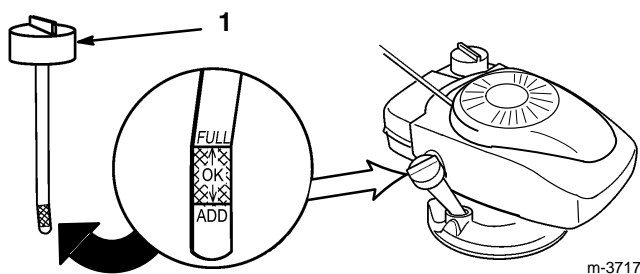

Figure 4
1. Contrôler le niveau d'huile avant chaque utilisation (Fig. 4).
3. Retirer la jauge et vérifier le niveau d'huile (Fig. 4).